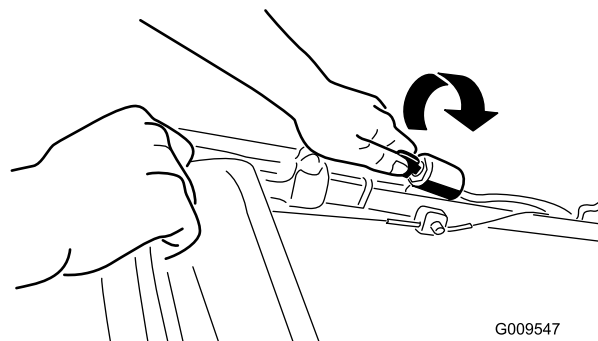
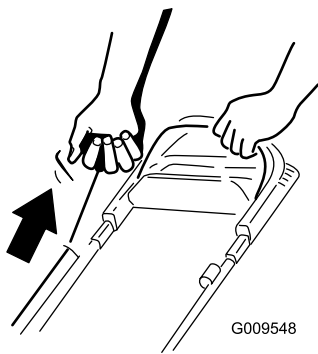

Рисунок 12
Рисунок 13
2. Поверните ключ зажигания (Рисунок 12) (только для моделей с электрическим запуском) или потяните за ручку механического стартера (Рисунок 13).
**Примечание:** Слегка потяните за ручку стартера без усилия до тех пор, пока не почувствуете сопротивление, после чего резко дерните ее (Рисунок 13). Дайте тросу медленно вернуться в ручку.